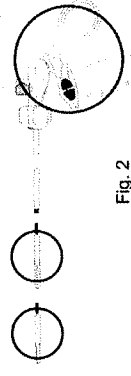

Fig. 2
1. Sluit de lemmeten/kaken voorzichtig met uw wijsvinger en duim zodat ze geheel gesloten zijn (zie fig. 2).